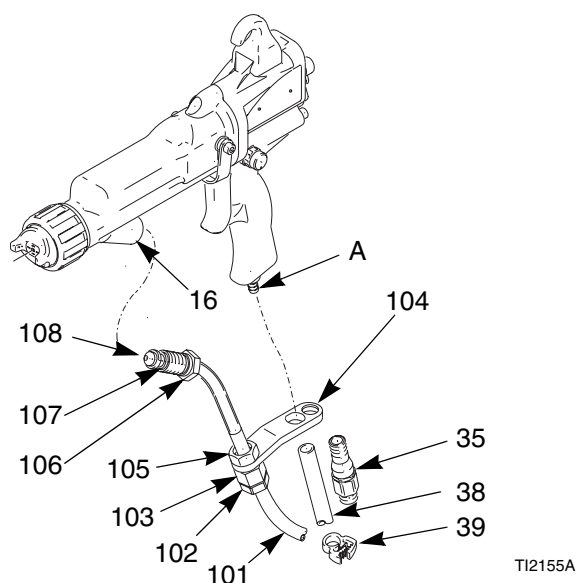
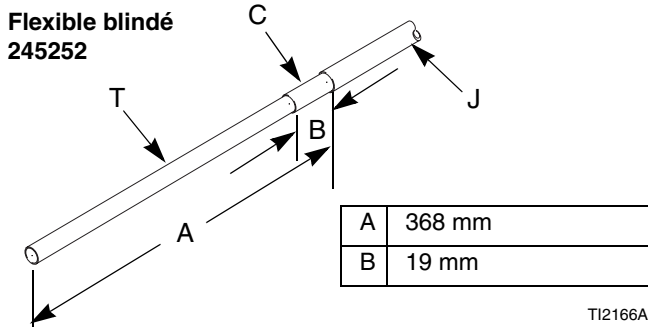
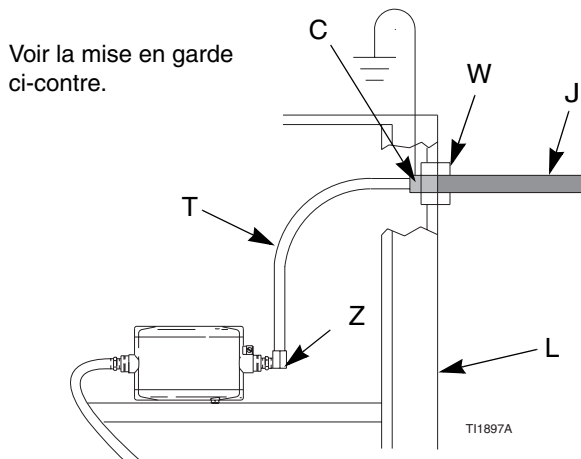

Fig. 3. Branchement du flexible produit
Fig. 6. Dimensions du flexible pour produit à base aqueuse (au niveau du caisson Graco WB100)
Fig. 7. Branchement du flexible produit blindé sur le caisson Graco WB100
Toujours utiliser un flexible Graco pour produits à base aqueuse entre la sortie produit du système d'isolation électrique et l'entrée produit du pistolet. Voir FIG. 3. Le flexible pour produits à base aqueuse (101) est composé d'un tube intérieur en PTFE (T) et d'une enveloppe externe résistante à l'usure (J). Le flexible blindé 245252 possède aussi une enveloppe conductrice (C) qui est raccordée à la terre au niveau de la fixation des raccords de flexible au pistolet (104).
Voir FIG. 3.
3. Enduire généreusement le joint torique (107) et le filetage du raccord (106) de graisse diélectrique (40). Reculer le raccord de 38 mm et enduire le flexible dénudé de graisse en remplissant l'espace compris entre le flexible PTFE et le raccord. Veiller à ce que l'entrée du canon soit propre et sèche, puis visser le raccord sur l'arrivée du produit au canon du pistolet (16). Voir FIG. 3.
4. Desserrer l'écrou de détente (102) de manière à ce que la fixation pivote librement sur le flexible.
5. Mettre les trous de la fixation (104) en face de l'entrée d'air et de l'échappement. Fixer à l'aide du raccord d'entrée d'air (35). Serrer l'écrou de détente (102) pour fixer le flexible.
6. S'assurer que l'écrou (105) est bien serré sur l'embout mâle (103).
7. Emboîter le tuyau d'échappement (38) sur l'embout cannelé. Fixer le tuyau avec le collier (39).
- a. *Caisson W100 Graco*: Enfiler le flexible dans la bague anti-traction (W). S'assurer que l'enveloppe conductrice (C) a bien traversé la bague. Serrer à 6,2 N.m. Tirer sur le flexible pour s'assurer qu'il est bien fixé. Se conformer à la **Mise en garde** ci-contre. Voir FIG. 6. et FIG. 7.